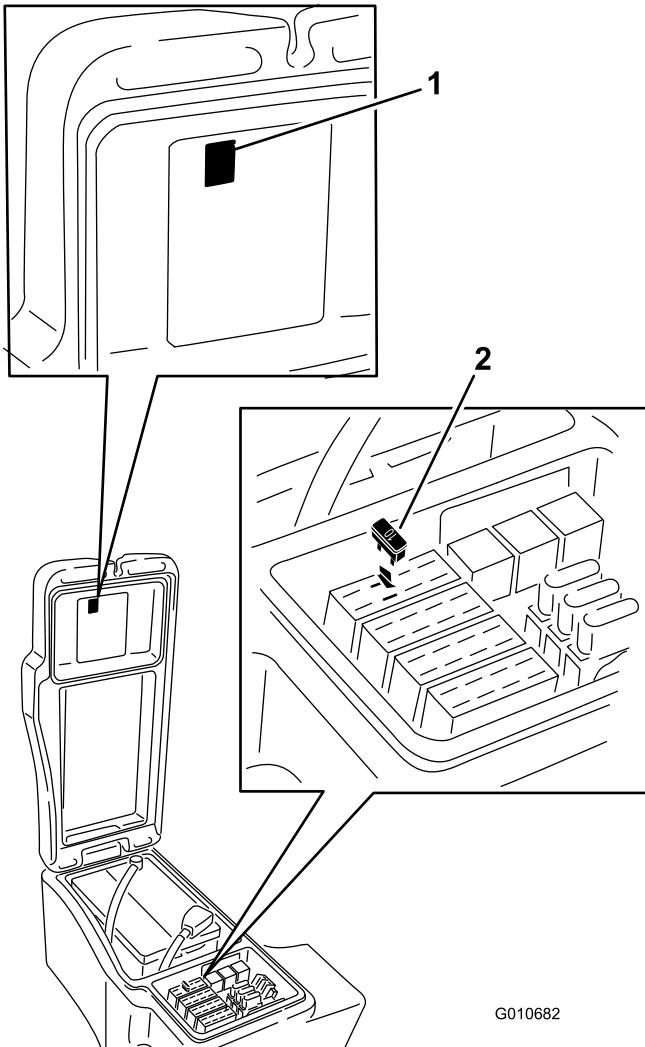

Figura 11
6. Insira o fusível de 10 amperes no local do bloco indicado em Figura 11.
8. Coloque o autocolante de fusíveis no local adequado no autocolante da consola (Figura 11).